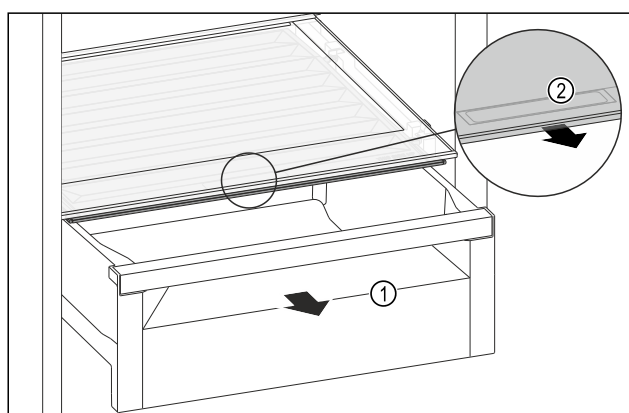

Fig. 220
- ▶ Zásuvku Fig. 220 (1) vytáhněte.
- ▶ Uchopte prohlubeň pro rukojeť Fig. 220 (2) na víku zásuvky a současně zatáhněte za víko zásuvky směrem dopředu.